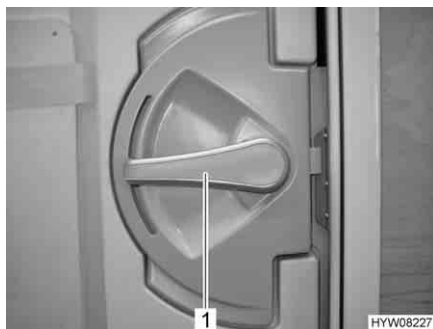

Fig. 30 Serratura della porta di ingresso, lato interno
- Apertura:* ■ Premere la maniglia della porta (Fig. 30,1) verso il basso.
- Bloccaggio:* ■ Ruotare la maniglia della porta (Fig. 30,1) per circa 45° verso l'alto e lasciarla in questa posizione.